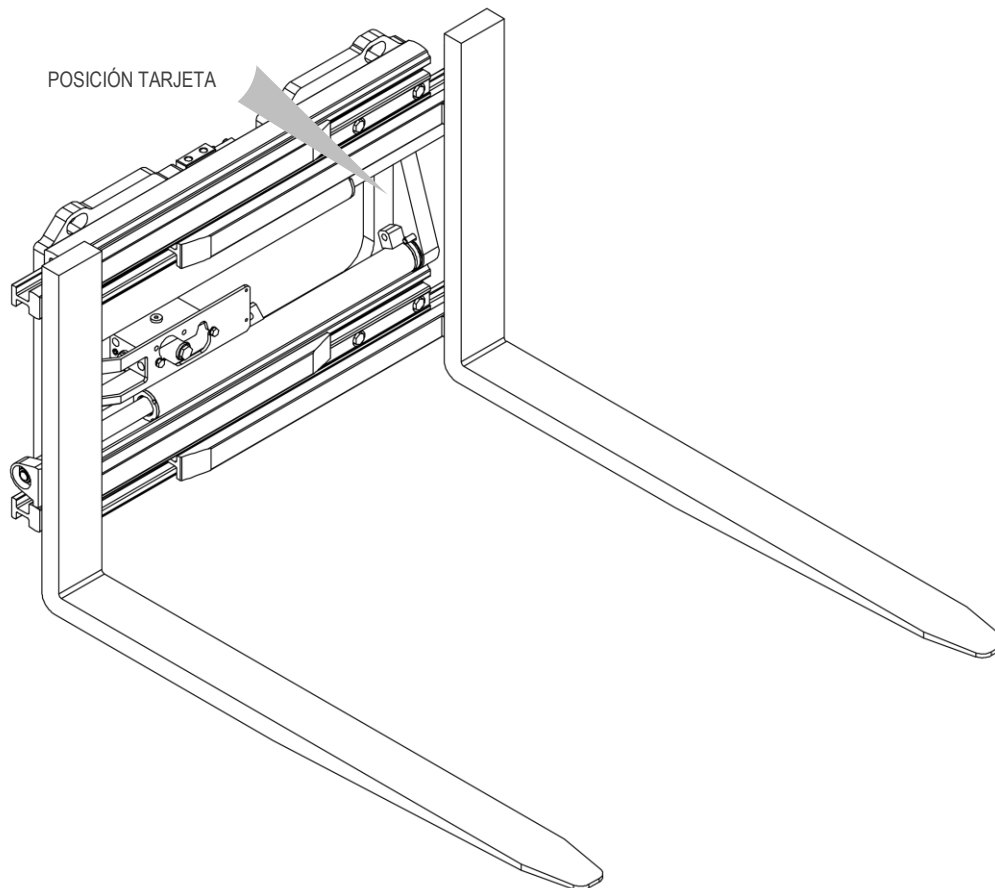

Figura 1
Todos los equipos A.T.I.B. - “PINZA DE HORQUILLAS TIPO 474.170 | PINZA DE HORQUILLAS PIVOTANTES TIPO 474.150” son identificados de una tarjeta adhesiva (mira *Tabla 1*) puesta sobre el equipo (mira *Figura 1*), siempre referirse a la matricula.
5. Para la manipulación, utilice correas o cadenas del tamaño adecuado para el peso del equipo indicado en la tarjeta (mira *Figura 1* y *Tabla 1* a pag.6).
9. Conecte el circuito hidráulico; asegurándose de que la presión de trabajo de las tuberías sea superior o igual a la indicada en la tarjeta identificadora (mira *Figura 1* y la *Tabla 1* a pag.6).
6. Para la manipulación, utilice correas o cadenas del tamaño adecuado para el peso del equipo indicado en la tarjeta (mira *Figura 1* y la *Tabla 1* a pag.6).